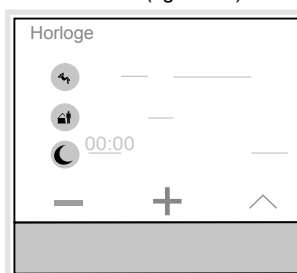

Figure 13 : Réglage de l'heure de commutation
L'affichage bascule vers le réglage de l'heure de commutation (figure 13).
- Avec les touches $- / +$, régler l'heure d'activation/de désactivation (figure 13).